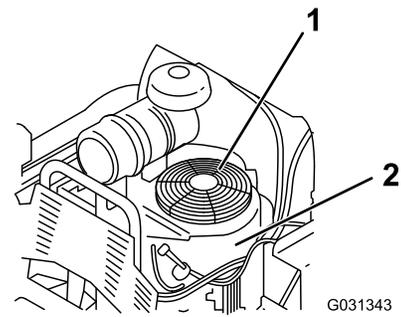

Figura 75
3. Togliete la griglia della presa d'aria e la sede della ventola (Figura 75).
5. Installate la griglia della presa d'aria e la sede della ventola (Figura 75).